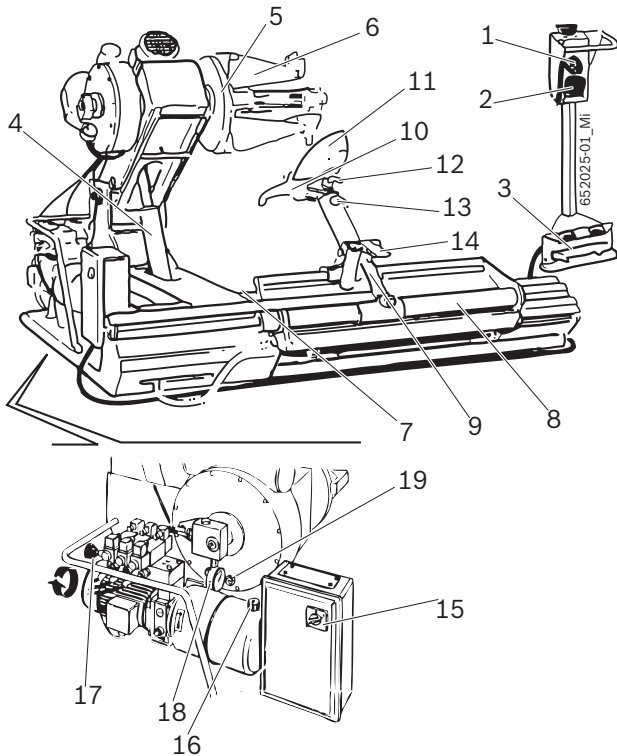

Fig. 1: TCE 5320
La brida de ajuste funciona a través de un circuito hidráulico de alta presión regulable de 20 a 130 bar rotando la manopla correspondiente (Fig. 1, pos. 17) y leyendo el valor en el manómetro (Fig. 1, pos. 18). La presión normal de ejercicio es de 130 bar. Con las llantas ligeras o particularmente delgadas es necesario disminuir dicha presión.
Para ruedas con diámetro inferior a 800 mm o superior a 1500 mm, se aconseja quitar la toma de la herramienta de montaje (Fig. 1, pos. 12) y ubicarla en el segundo agujero.